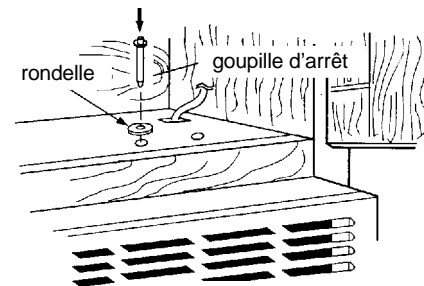

Figure 31
3. Insérer la goupille d'arrêt et la rondelle dans le trou N (trou de gauche) et pousser la goupille à fond. Voir la figure 31.